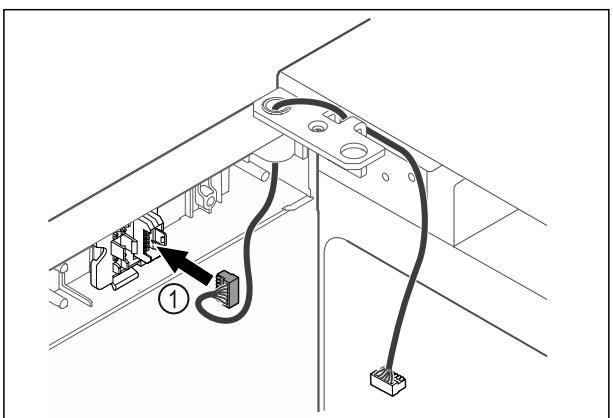

Fig. 45
- Ikiškite kištuką Fig. 45 (1) į kištuko laikiklį.